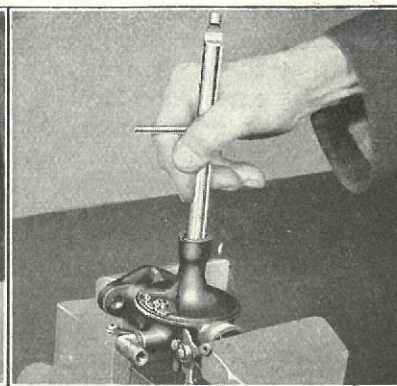

Fig. 431
- 879** Skru Naaleventilen og Pakningen ud af Blandingskammeret (Fig. 431).